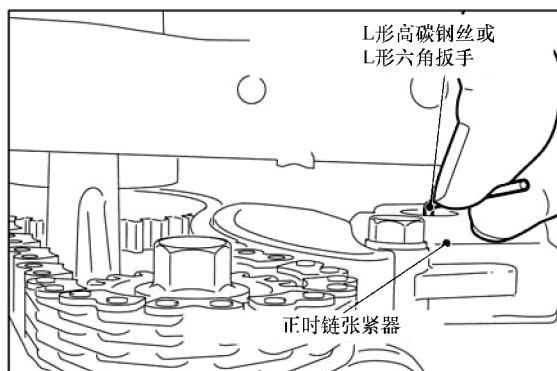

图 9-19 释放张紧器柱塞
- 12) 如图 9-19 所示, 将正时链张紧器上的 L 形高碳钢丝或 L 形六角扳手拆下以释放张紧器柱塞。